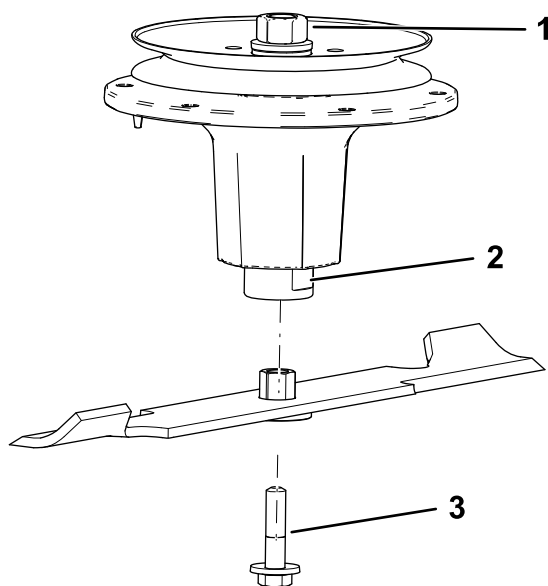

Figura 82
2. Montați ansamblul bucă/lamă pe arborele axului (Figura 82).